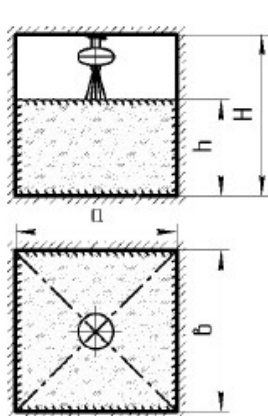

Figura 4
9 Capacitate de stingere a MPP cu montaj pe tavan în cazul focarelor Clasa A, de la înălțimea (H) de până la 13 m a celor două incinte dispuse de la un etaj la altul, cu treceri prin perete care să permită accesul jetului de pulbere (vezi Figura 4):
9.1 Suprafața totală (S) de protejat, m ²	36,5
Dacă dimensiunea **H** este mai mică de 13 m, dar mai mare decât tavanul (placa) incintei superioare, dimensiunile **c** și **d** (vezi Figura 4) trebuie să fie: